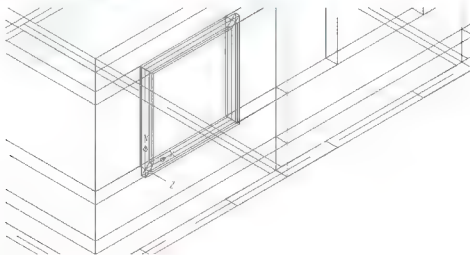

图 6.20 绘制出四周边框
(7) 在指定下一点或 [圆弧(A)/闭合(C)/半宽(H)/长度(L)/放弃(U)/宽度(W)]: 提示下,输入“C”后按 Enter 键结束命令。结果生成如图 6.20 所示的“窗框”,其宽度为160mm,厚度为80mm。